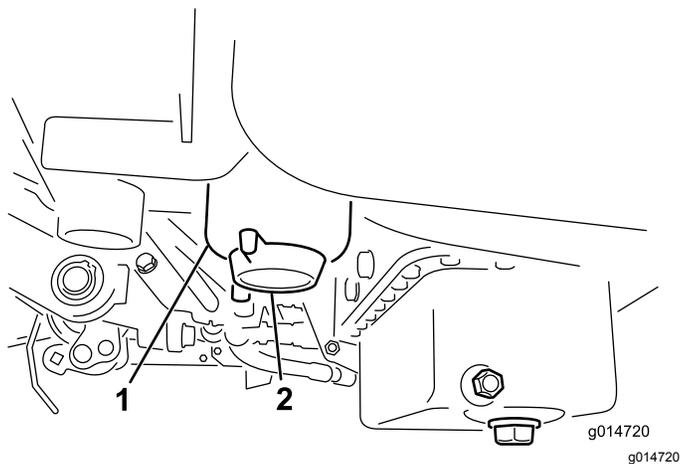

図 35
3. 燃料フィルタについているドレンプラグを1回転ほど開き、内部にたまっている異物を流し出す 図 35。